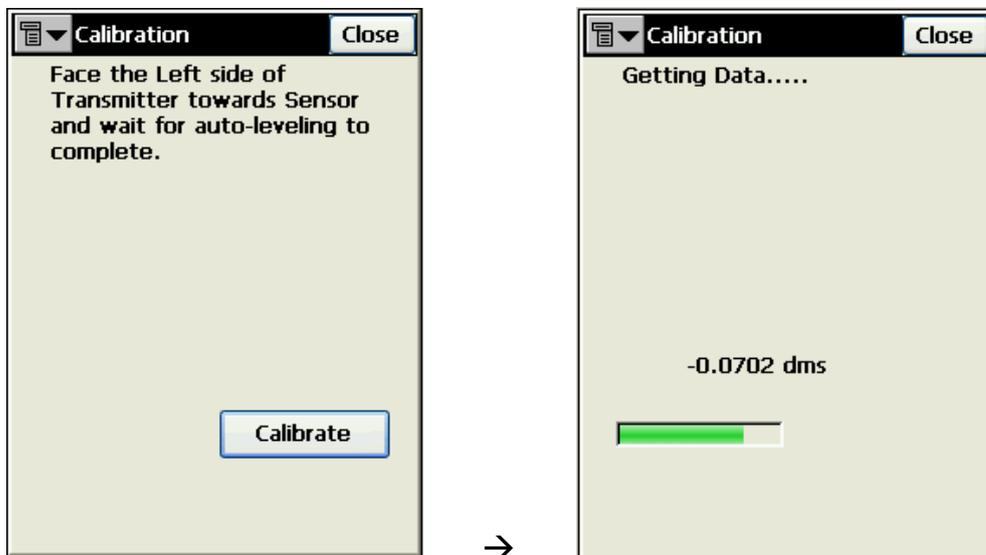

Рис. A-17. Поверните передатчик левой стороной и соберите данные
9. Поверните передатчик на 90 градусов, так, чтобы он был повернут к сенсору своей левой стороной, после чего нажмите **Calibrate** (Калибровка) (рис. A-17).